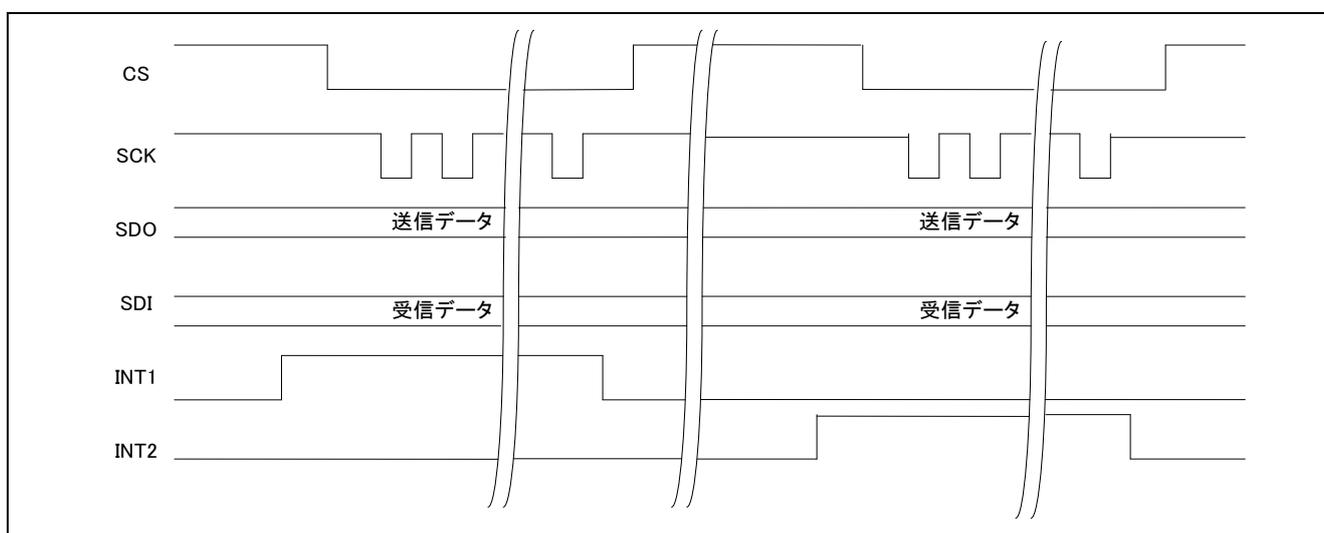

図 5.3 加速度センサの出力波形
- ⑥ RTC を動作開始し、定周期割り込み、アラーム割り込みを禁止します。
- ⑦ SAU0 を動作開始します。
- ⑧ 外部割り込みを許可します。
- ⑨ マスカブル割り込みを許可します。
- ⑩ デバイスの周辺機能の初期設定が完了したら、SAU0 と P31 を使用して、加速度センサの初期設定を行います。
- ・ 図 5.3 に加速度センサの INT1 端子、INT2 端子の出力波形を示します。SPI 通信で加速度センサから割り込み要因を読み出すことで、INT1 端子、INT2 端子はロウ・レベルとなります。